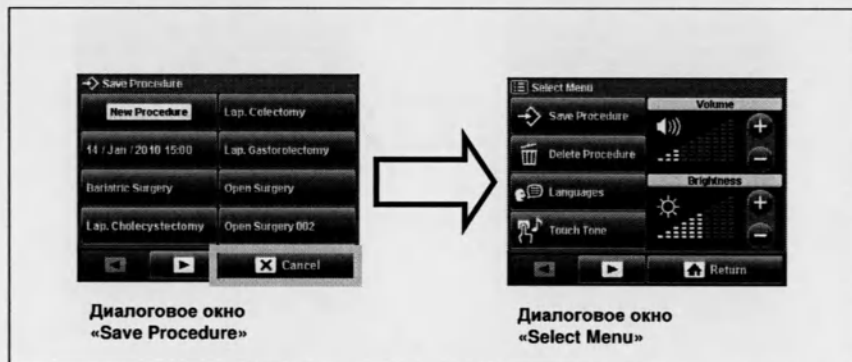

Рис. 6.11
- Нажмите кнопку «Cancel» в окне «Save Procedure», на экране отобразится диалоговое окно «Select Menu» (см. рис. 6.11).